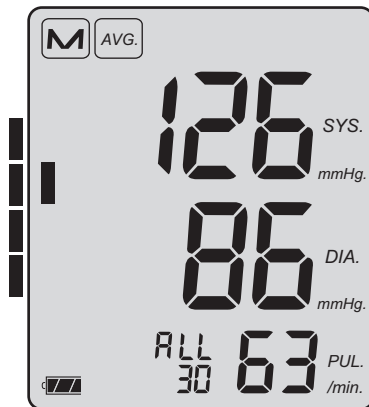

Bild 8
- ➡ Rufen Sie nach jeweils 30 eingetragenen Blutdruckmessungen Ihren Mittelwert ab, indem Sie **im ausgeschalteten Zustand** kurz die M-Taste drücken. Der Mittelwert aller gespeicherten Werte wird angezeigt (ALL). Nach wiederholtem Drücken der M-Taste wird der Mittelwert aller Messungen zwischen 0:00 und 11:59 Uhr (AM) angezeigt, danach der Mittelwert aller Messungen zwischen 12:00 und 23:59 Uhr (PM). Die Anzahl der im Mittelwert enthaltenen Messungen erscheint bei ALL/AM/PM (siehe Bild 8).
Mit der Anzeige der Mittelwerte erscheint am linken Displayrand ein dunkles Rechteck (siehe Bild 8), entsprechend der Höhe des Blutdruckmittelwertes. Mit Hilfe der zugehörigen Bewertungsskala (siehe Bild 9) sehen Sie in welchem Bereich sich Ihr Blutdruck gemäß WHO befindet (siehe Seite 9).